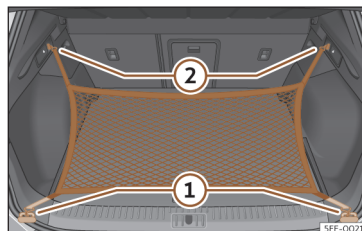

Fig. 181 Na bagageira: argolas ① e ganchos ② para fixar o saco de rede.
- Fixe os ganchos curtos da rede nas argolas de fixação >>> **Fig. 181** ① >>> ⚠️. O fecho de correr do saco deve ficar voltado para cima.
- Fixe as fitas nos ganchos para prender sacos ②.